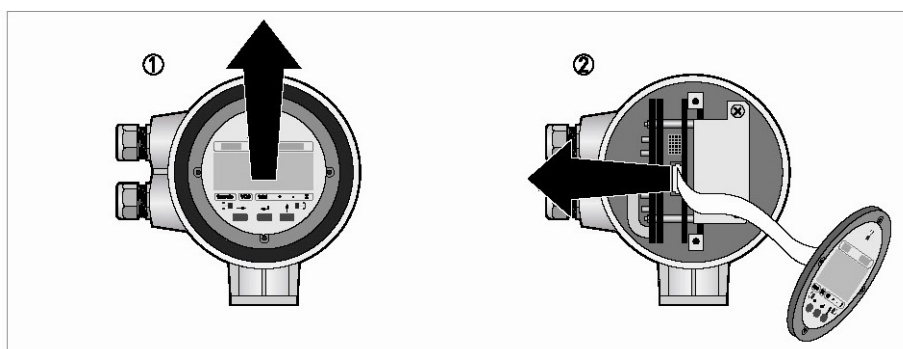

Рисунок 30
3. Открутите винты, крепящие плату дисплея (рис.30 поз.1), осторожно вытяните ее в сторону и отсоедините от разъема (рис.30 поз.2).
- открутите 2 винта, крепящих плату дисплея (рис.30 поз.1)